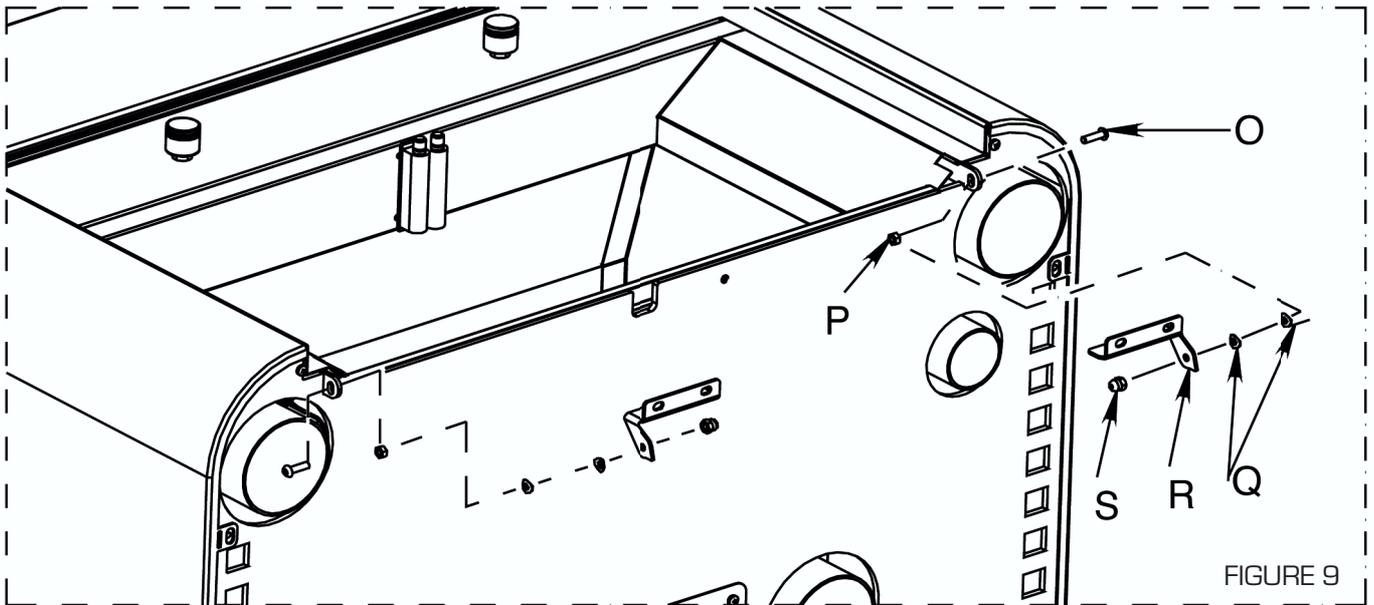

FIGURE 9
- Fixer les 2 charnières (R) en utilisant les boulons tbei 5x18 (O) et les écrous M5 (P) (Figure 9). Assembler ensuite les rondelles ondulées D.8 (Q) et les écrous borgnes M5 (S) aux charnières (R) (Figure 9).